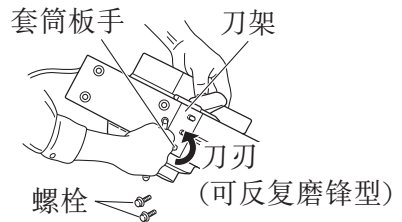

图 9
- (1) 如图 9 所示，用套筒扳手松开用于固定刀刃座的 3 根螺栓并将其拆下。
- (1) 如图 9 所示, 用附带的套筒扳手松开用于固定刀刃的 3 个螺栓并卸下刀架。